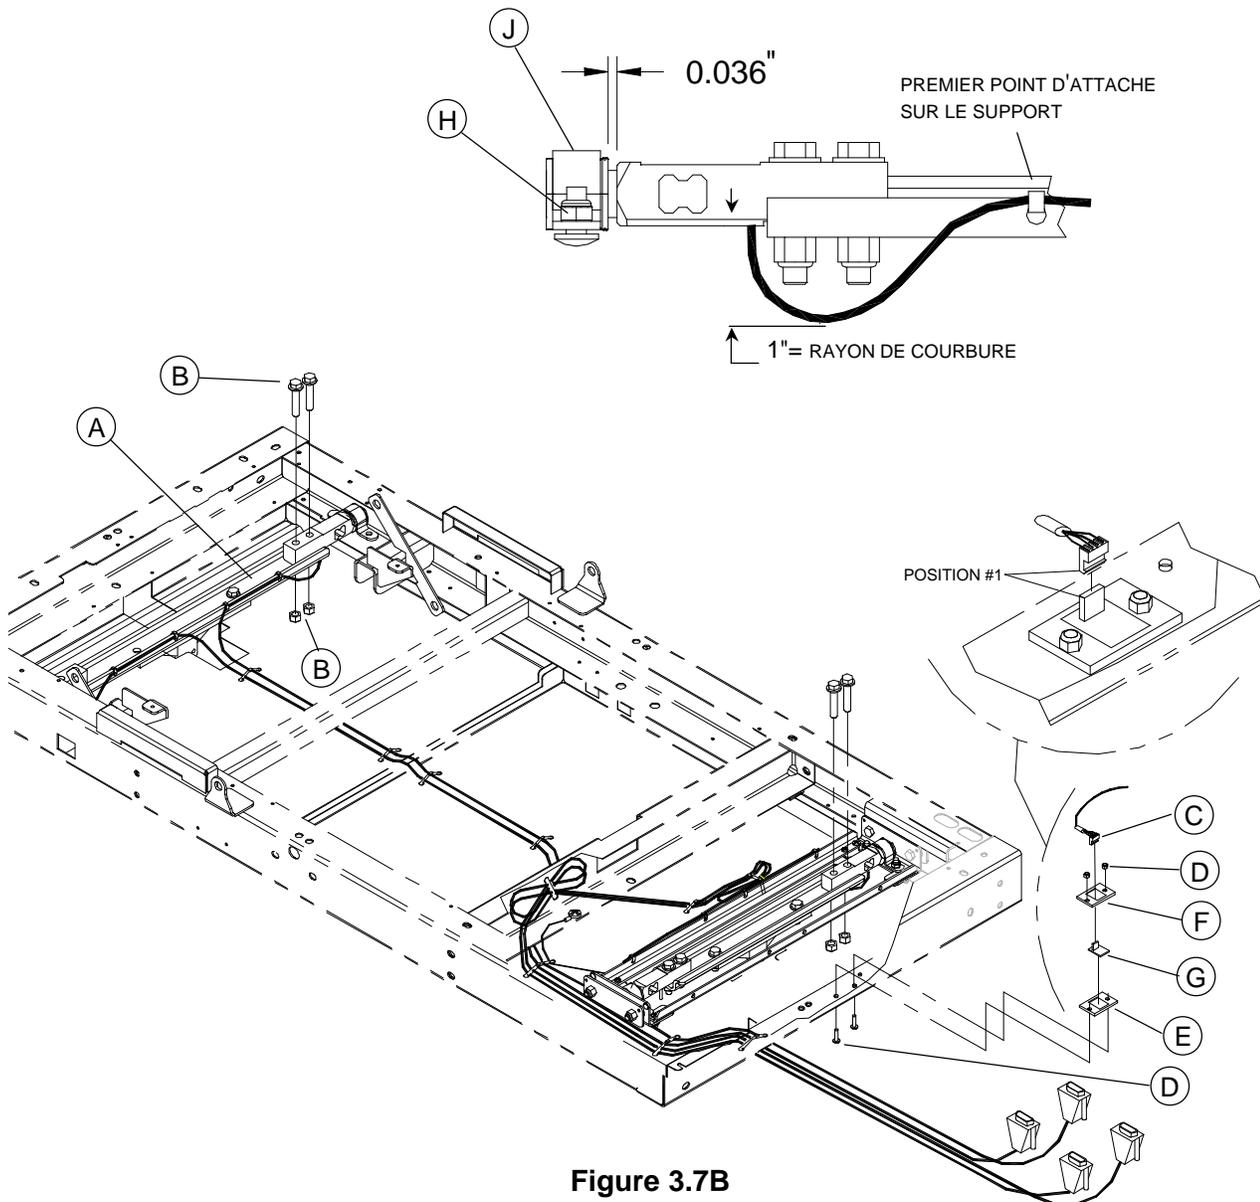

Figure 3.7B
Au moment d'attacher le câble de la cellule au premier point d'attache sur le support du châssis, assurez-vous qu'il a une courbure de 1" de rayon avant de l'attacher au support (voir figure 3.7B à la page 24).
Avant de serrer définitivement les deux boulons retenant la nouvelle cellule, il faut s'assurer que la nouvelle cellule de charge est parfaitement alignée avec la cellule de charge située à l'autre extrémité du support de châssis et qu'une distance de .036 po (.914 mm) la sépare du palier en nylon adjacent (voir la figure 3.7B à la page 24). Pour ce faire,
- À l'aide d'une clé 1/2", desserrez légèrement les deux écrous à blocage (H, fig. 3.7B, page 24) retenant la bride d'attache (J, fig. 3.7B, page 24) au châssis et déplacez le palier en nylon jusqu'à ce que la cale de 0.036" s'insère entre le palier en nylon et la cellule de charge (voir la figure 3.7B à la page 24). Resserrez les écrous.